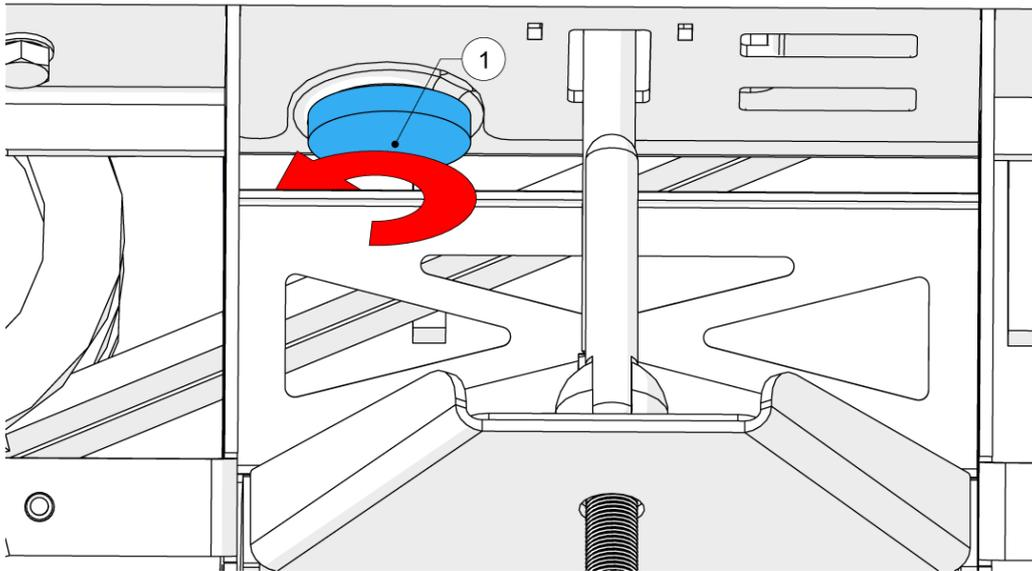

Figure 78 - Retirer le capuchon hydraulique
6. A l'aide d'un outil approprié, détachez le raccord au réservoir (1, Figure 78).